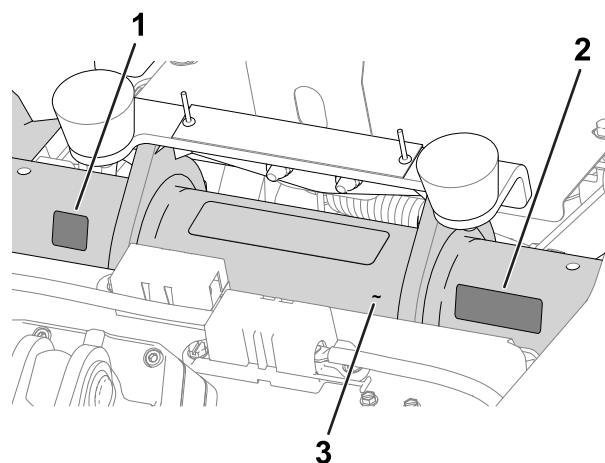

図 11
- 製造年デカル および CE マークデカル 運転席下のフレームチューブシリアル番号プレートの下に貼り付ける 図 11を参照。